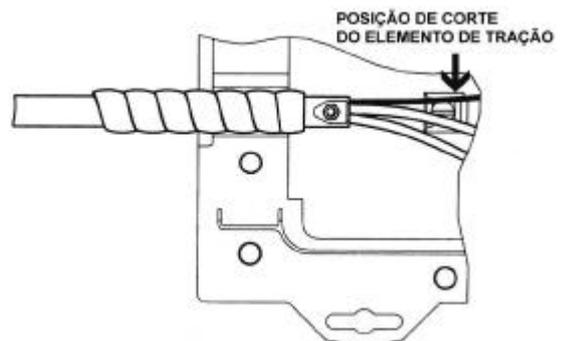

Figura 9 – Corte do elemento de tração
5.04 Corte o elemento de tração de cada cabo de modo a permitir sua fixação ao capuz do suporte do elemento de tração (figura 9).